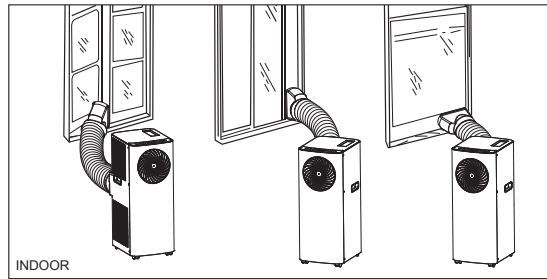

Fig. 4
- 2/ Desliza el otro conector para descarga (n.º 12) en la salida de aire (n.º 7) situado en la parte posterior de la unidad. Extiende el tubo (n.º 11) hasta la longitud necesaria y saca la boquilla de descarga (n.º 14) por una ventana abierta, como se muestra en la Fig. 4.